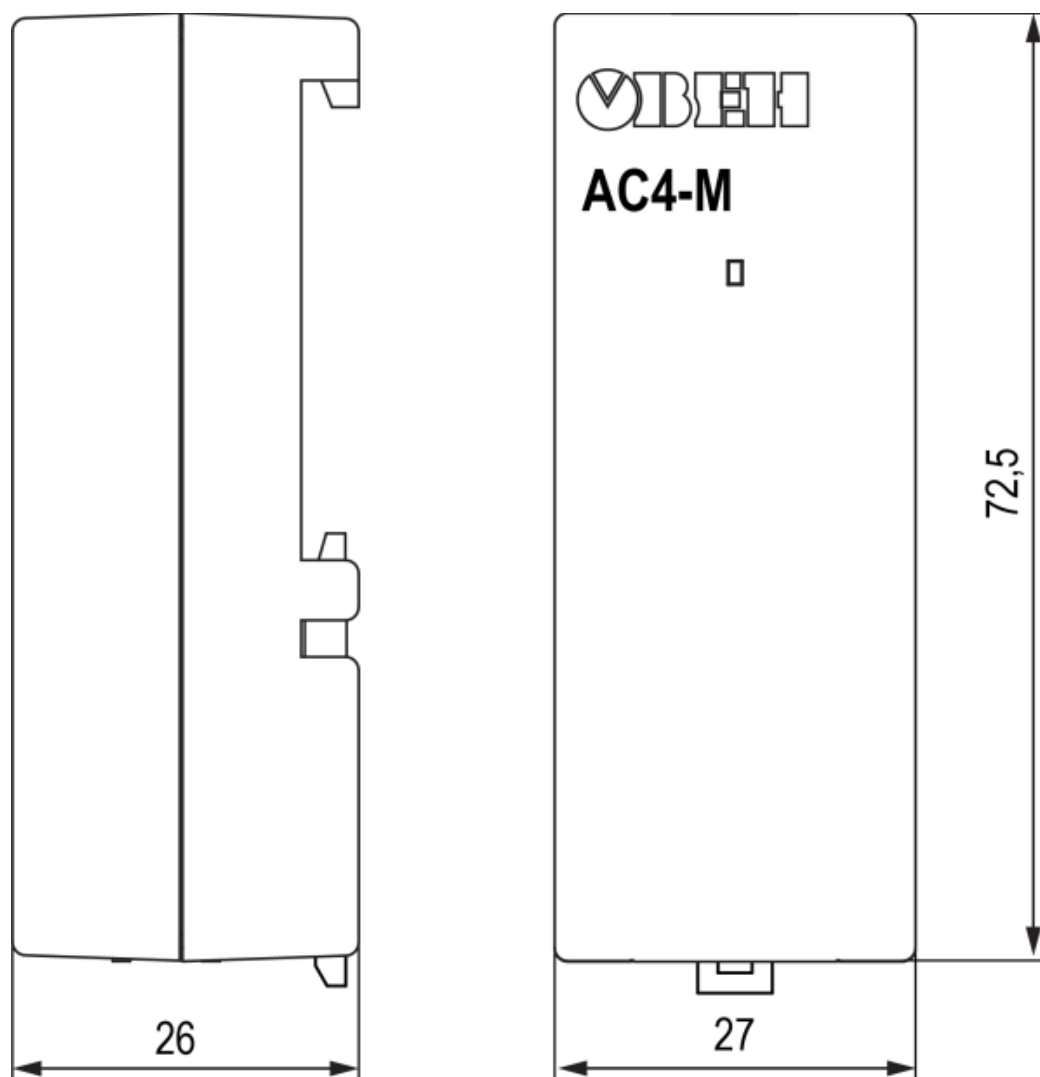

Рисунок 1 - Габаритные размеры
1. Производится подготовка на DIN-рейке места для установки прибора с учетом размеров корпуса (см. рисунок 1);